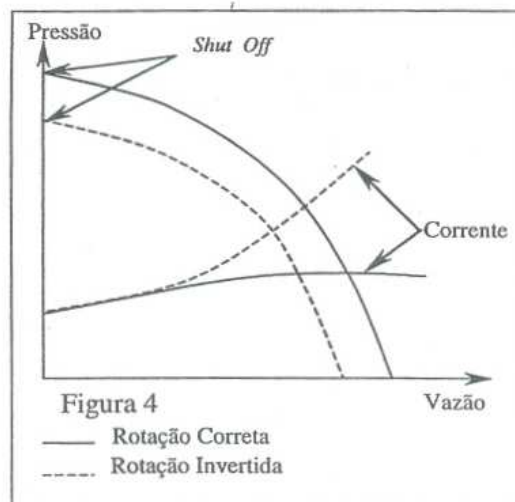

Figura 4
4.4 Ligue a bomba e verifique a pressão de "shut off" e a corrente. A figura 4 mostra as características da bomba com a rotação correta e com a rotação invertida. Pode-se notar que a pressão de "shut off" com a rotação correta é significativamente superior à pressão com rotação invertida.